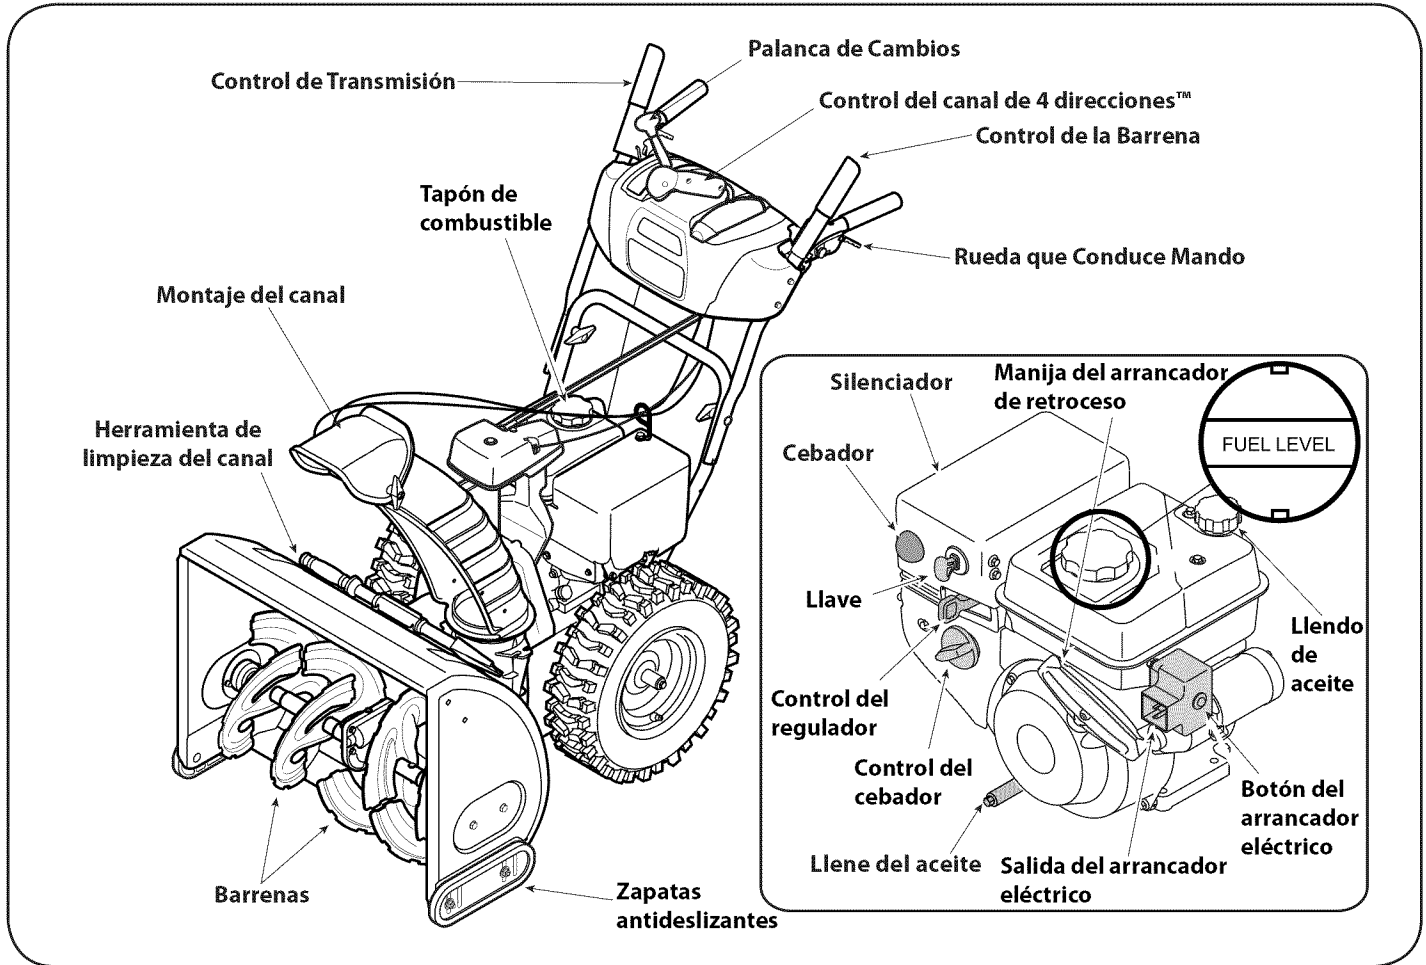

Figura 15
2. En el tanque de combustible hay un indicador de nivel. Llene el tanque hasta llegar al nivel de combustible del indicador. Vea la Figura 15. Tenga cuidado para no llenar el depósito en exceso.